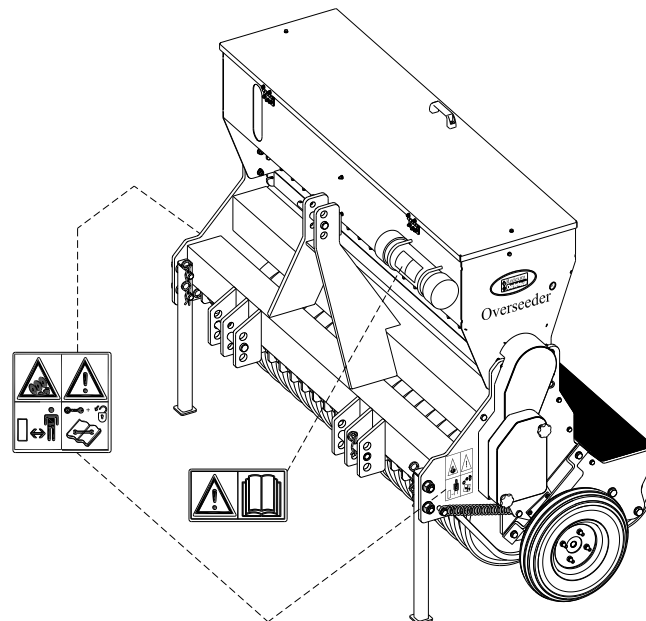

Fig. 5
- (7) Emplacement des autocollants de sécurité. (Fig. 5)